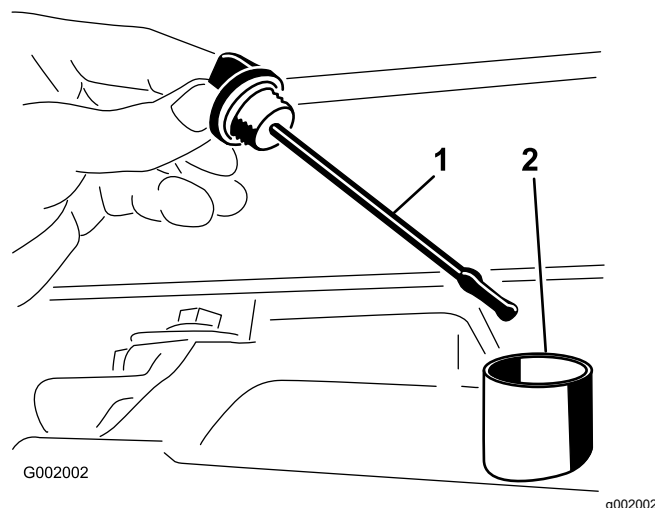

Рисунок 55
2. Выньте масломерный щуп моста с коробкой передач и протрите его чистой ветошью (Рисунок 55).